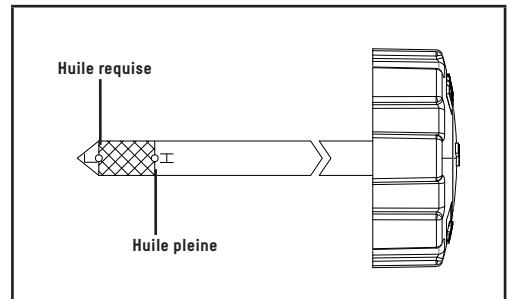

Figure 15B
4. Si le niveau d'huile est inférieur au repère inférieur sur la jauge d'huile ou s'en approche, retirez la jauge, puis remplissez le réservoir avec l'huile recommandée jusqu'au repère supérieur. N'ajoutez pas trop d'huile (figure 15B).